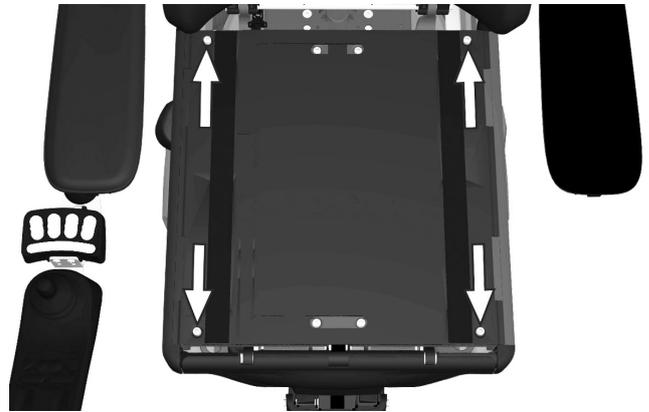

Abbildung 70. Die Sitzplatten sind mit vier Schrauben befestigt.
6. Sitzbleche demontieren. Sie sind mit vier Schrauben an der Vorder- und Hinterkante befestigt. Siehe Abbildung. 70.